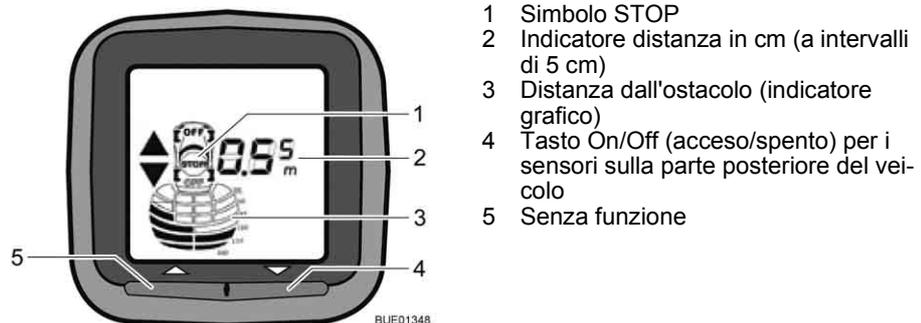

Fig. 11 Quadro di segnalazione Park Boy V
Nella zona passeggeri, un quadro di segnalazione con display (Fig. 11) indica la distanza dall'ostacolo. Contemporaneamente viene emesso un segnale acustico come segnale di avvertenza.
- Premere il tasto On/Off (Fig. 11,4). Il display si illumina e vi compare il simbolo del veicolo. Il sensore di controllo distanza durante il parcheggio è pronto per le misurazioni.
- Premere il tasto On/Off (Fig. 11,4). Indipendentemente dal modo in cui è stato acceso, il sensore di controllo distanza durante il parcheggio può venire spento in qualsiasi momento mediante il tasto On/Off (acceso/spento).
Il display (Fig. 11) indica la distanza in passi di circa 5 cm. Il sensore indica sempre la distanza più breve rilevata.